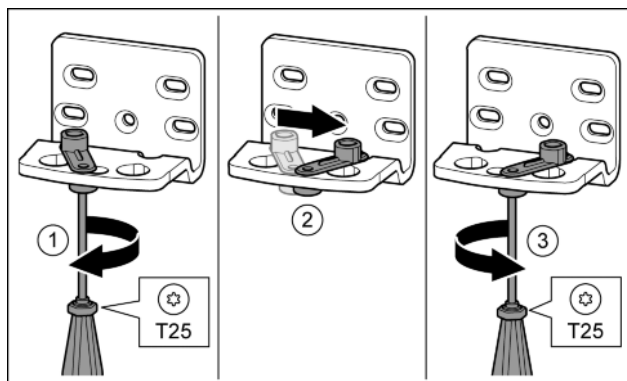

Fig. 16*
- ▶ Lekko odkręcić śrubę przy pomocy śrubokręta T25.* Fig. 16 (1)
- ▶ Unieść element ułatwiający zamykanie drzwi, a następnie obrócić w otworze w prawo o 90°.* Fig. 16 (2)
- ▶ Śrubę przykręcić przy pomocy śrubokręta T25.* Fig. 16 (3)